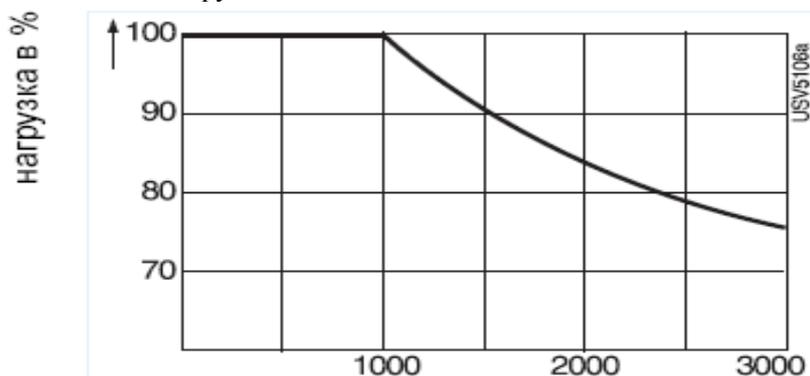

Рис.1 Допустимая нагрузка в зависимости от высоты места эксплуатации ИБП
3. При эксплуатации ИБП на высоте выше 1000 м над уровнем моря нагрузку следует снизить, как указано на Рис. 1. Если окружающая температура не превышает +30°C, то нет необходимости в снижении нагрузки до высоты в 2000 м.
При установке всех моделей ИБП данным документе приняты следующие обозначения (см.рис.1), где Ш — ширина ИБП; Г — глубина ИБП; В — высота ИБП.